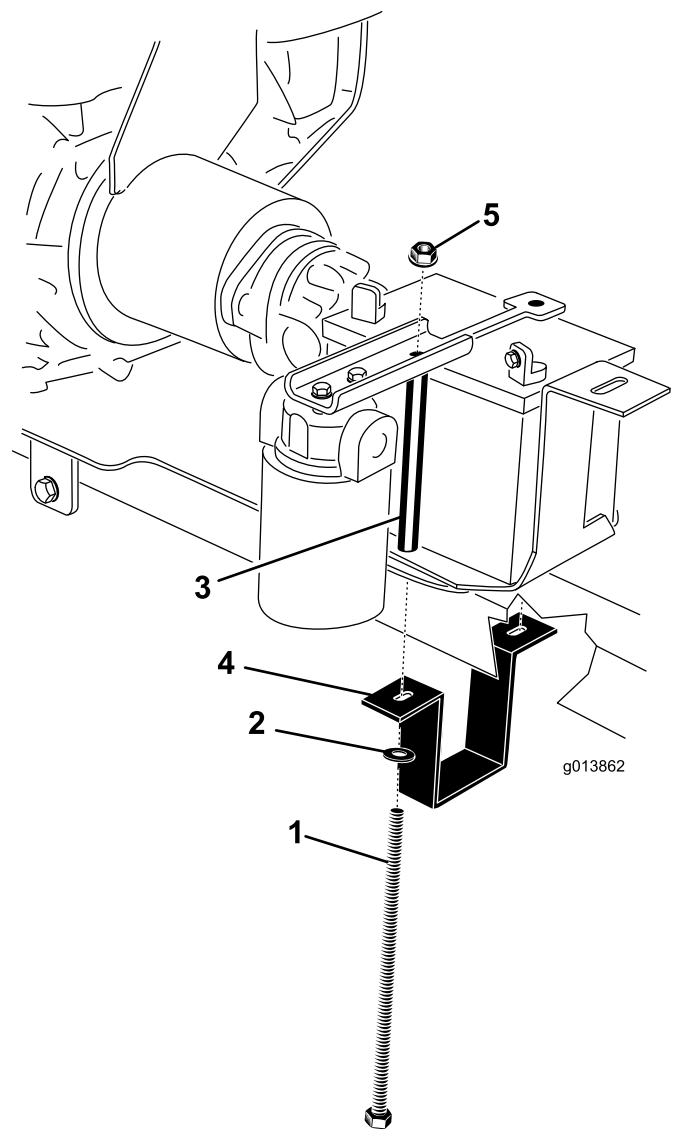

Figure 8
1. Tube d'attelage 2. Boulon de montage (2)
11. Placez la batterie sur son support, en positionnant les bornes comme montré à la Figure 8.
12. Placez la barrette de maintien sur la batterie (Figure 8).
13. Maintenez la patte de fixation de la batterie autour du dessous du tube d'attelage (Figure 8).
14. Du côté droit, insérez un boulon dans la rondelle, la patte de fixation de la batterie, la plaque de montage du moteur, le support de la batterie, l'entretoise du boulon et la barrette de maintien de la batterie. Placez et serrez légèrement un écrou à embase (Figure 8).
15. Du côté gauche, insérez un boulon dans la rondelle, la patte de fixation de la batterie, la plaque de montage du moteur, le support de la batterie, l'entretoise du boulon et la barrette de maintien. Placez et serrez légèrement un écrou à embase (Figure 8).